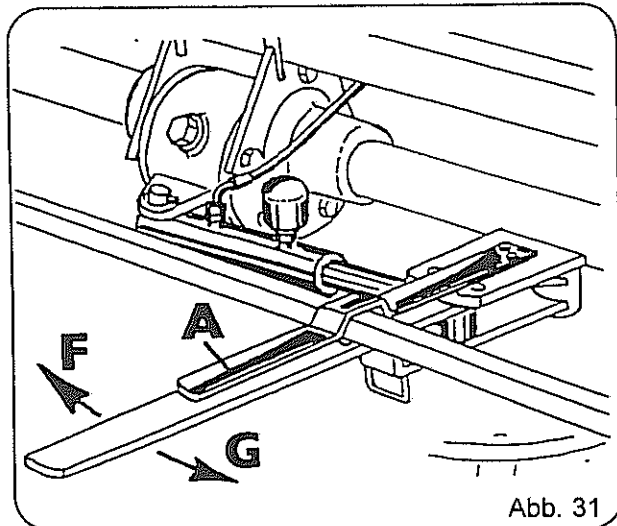

Abb. 31
- Vom Traktorsitz aus kann mittels des Zeigers (Abb. 31, Pos. A) die Schräg- bzw. Geradeausstellung kontrolliert werden.